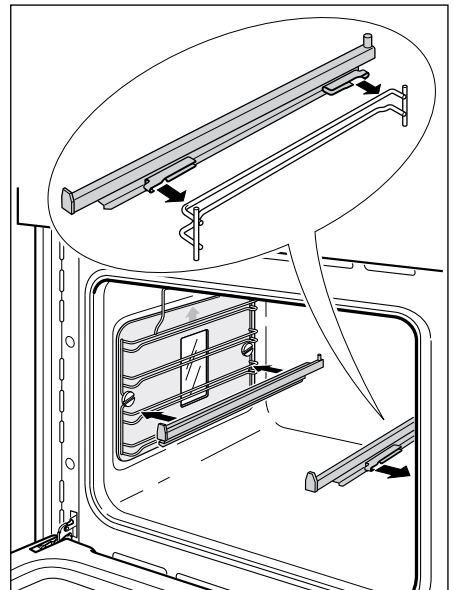

Abb. 39 Anbringen der Teleskop-Halter
- 2 Legen Sie den Teleskop-Halter an einer der oberen Streben des Haltegestells an und lassen Sie ihn einrasten (Abb. 39). Es ist deutlich zu hören, wenn die Clips einrasten.
- Bringen Sie die Teleskop-Halter so an, dass sie in Richtung der Ofentür laufen, siehe Abb. 39